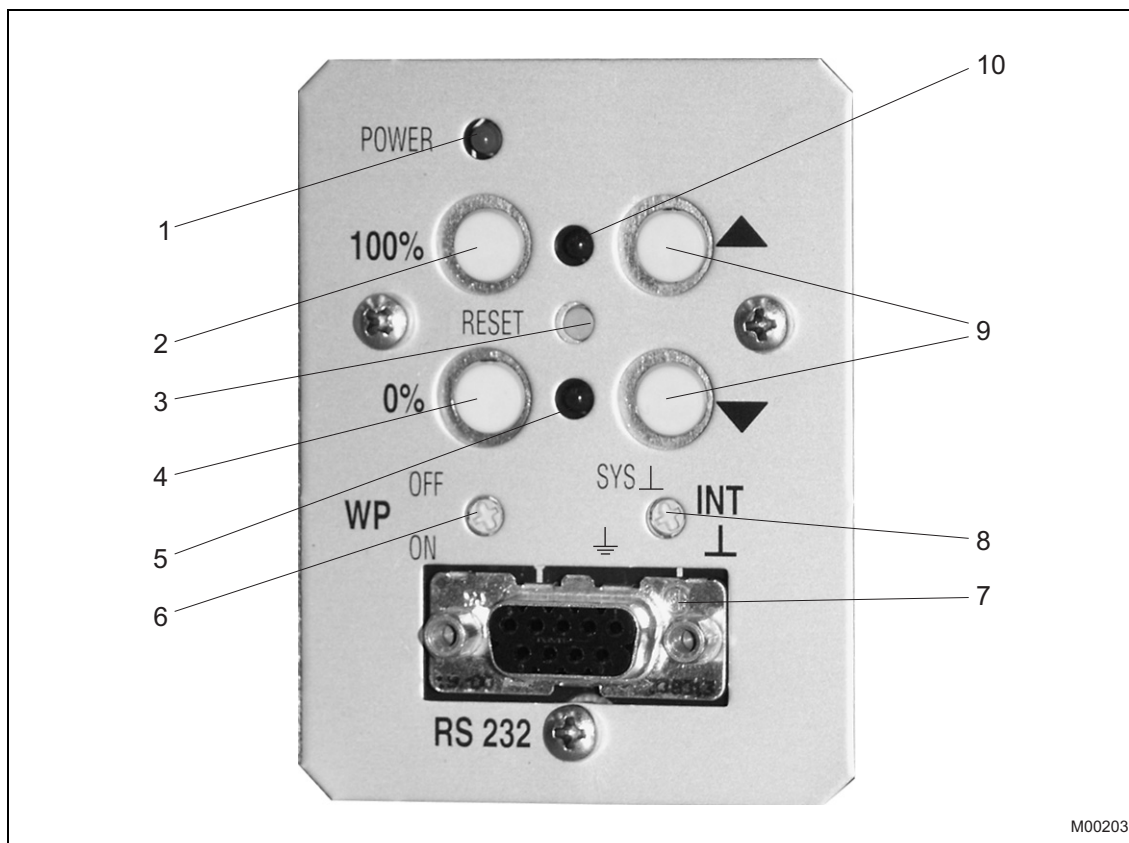

Рис. 18: Сервисно-эксплуатационная панель (СЭП)
Светодиоды (поз. 5 и поз. 10, Рис. 18) мигают с разной частотой в соответствии с активированной функцией.
3. Переключить электронный блок в режим «Настройка». Для этого одновременно нажать обе кнопки пуска (9) и удерживать нажатыми в течение 5 с, пока оба СИДа (поз. 5 и 10 на Рис. 18) не начнут мигать с частотой 4 Гц.
Переключатель потенциалов соединяет опорный потенциал с системой или с защитным заземлением (см. стр. 28 Рис. 18 поз. 8).